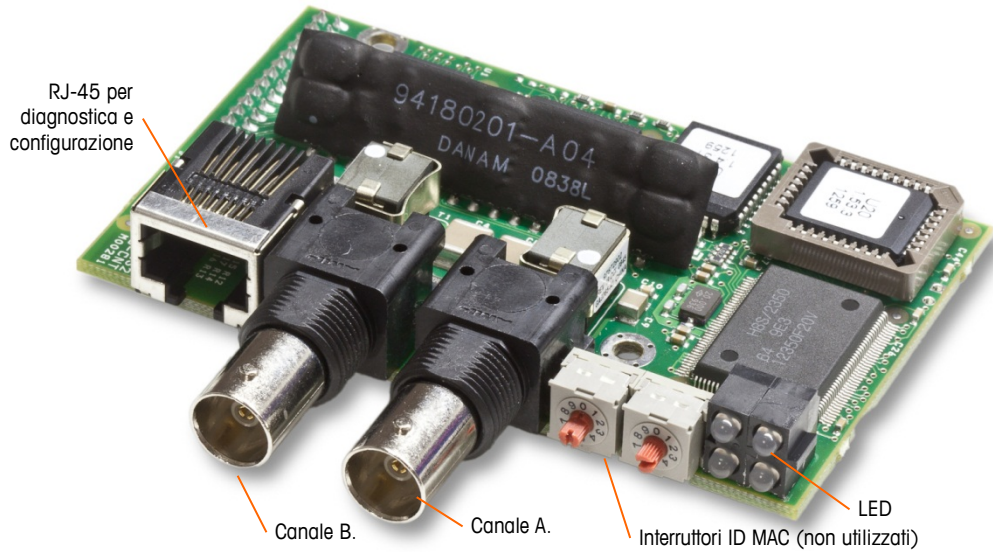

Figura 2-48: Collegamenti e componenti del modulo PLC ControlNet
La scheda opzionale ControlNet PLC (Figura 2-48) è installata nella posizione 3 (Figura 2-34) sulla scheda principale.
L'opzione ControlNet collega alla rete ControlNet tramite un cavo tap e uno drop dal cavo di dorsale originario. L'opzione supporta una o due collegamenti (per ridondanza) Il Canale A serve per la connessione normale, mentre il canale B (ridondante con il canale A) può essere utilizzato se ControlNet non rileva alcun segnale sul canale A. Notare che l'indirizzo del modulo è impostato nel software e gli interruttori degli ID MAC indicati in Figura 2-48 non sono utilizzati.
- **Non** collegare un cavo Ethernet al connettore RJ-45 mostrato sulla sinistra della Figura 2-48. Questa connessione non è utilizzata.